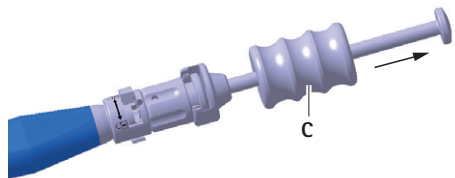

Abb. 6 Probeimplantat/Implantat mit Schlaghammer ausschlagen
- Probeimplantat **D** mit Schlaghammer **C** vorsichtig aus Bandscheibenfach herausschlagen, siehe Abb. 6.
- ▶ Implantat **a** mit Schlaghammer **C** vorsichtig aus Bandscheibenfach Herausschlagen, siehe Abb. 6.